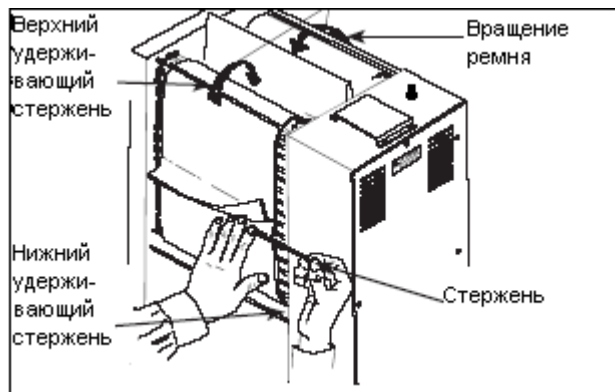

Рисунок 4 Установка ленты
3. Откройте панели конвейера и выньте стержень из "застежки" (Рисунок 4).
7. Установите новую ленту(ы) вокруг цепи конвейера внутри желтых стержней таким образом, чтобы кромка "застежки" была видна и свисала вниз (Рисунок 4 и 5).